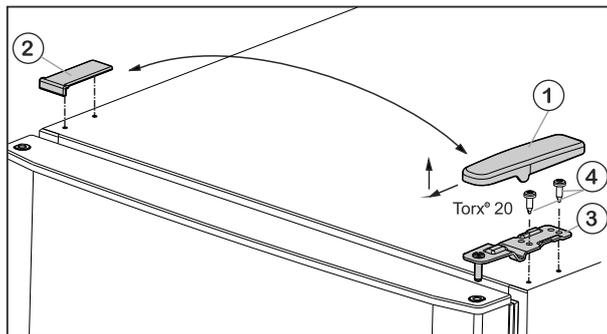

Fig. 5
- ▶ Retire hacia delante y hacia arriba la cubierta Fig. 5 (1).
- ▶ Desmonte la cubierta Fig. 5 (2).
- ▶ Desatornille el soporte de cojinete superior Fig. 5 (3) (2 x Torx® 20) Fig. 5 (4) y extráigalo hacia arriba.
- ▶ Inserte el soporte de cojinete superior Fig. 5 (3) en el nuevo lado de la bisagra y en la puerta.
- ▶ Enroscar el soporte de rodamiento superior (**con 4 Nm**) (2 veces para Torx® 20) Fig. 5 (4). Por último, no utilice ningún destornillador eléctrico.
- ▶ Colocar y encajar la cubierta Fig. 5 (1) desde el exterior en el lado opuesto.
- ▶ Colocar y encajar la cubierta Fig. 5 (2) también desde arriba en el lado opuesto.